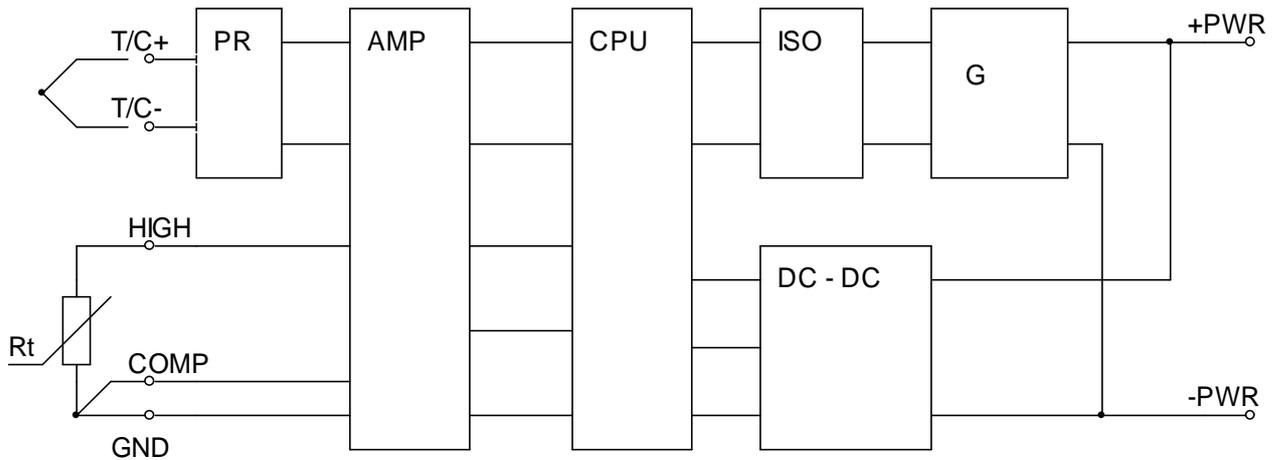

Рисунок 2
- измерение сопротивления  $R_t$  (рисунок 2), вычисление температуры свободных концов ТП;